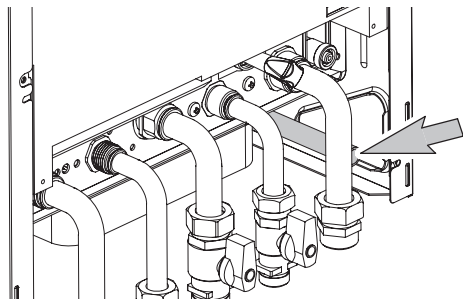

Figura 4.3
- Collegare lo scarico della valvola di sicurezza ad un imbuto di scarico (Figura 4.3).